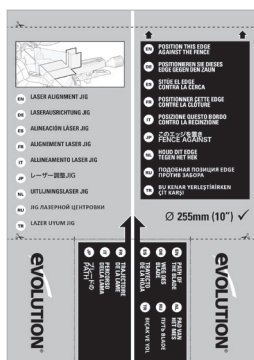

Fig. 8c
- Coloque la plantilla de cartón del láser (**Fig. 8c**) sobre la mesa giratoria.